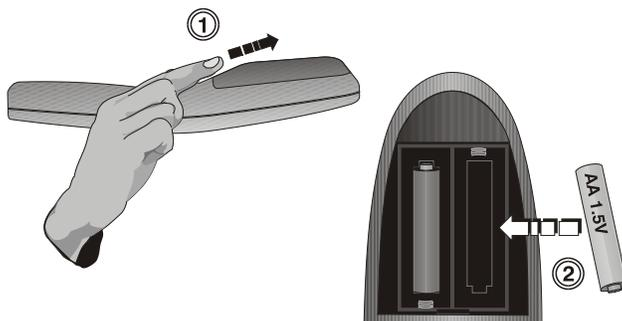

Figure 4.1. Remplacement des piles
- 1) Ouvrir le compartiment des piles situé au dos de la télécommande en plaçant votre pouce dans le creux ovale, et faire glisser le capot d'un peu plus d'un centimètre. Voir la **Figure 4.1**. Retirer les piles usagées et les éliminer de manière adéquate. Attendre une minute ou deux.